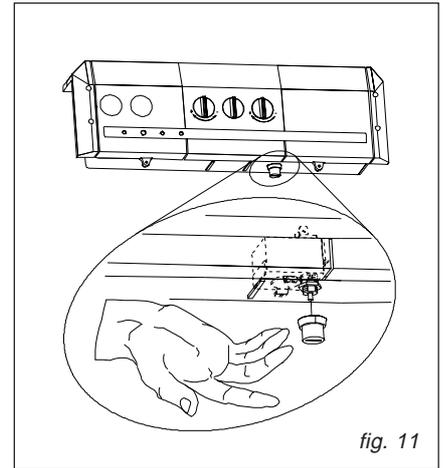

fig. 11
In caso di intervento del dispositivo, è necessario attendere almeno 10 minuti prima di premere il pulsante (TF) che è situato sotto il pannello comandi della caldaia. Per riarmare, rimuovere il pannello frontale della caldaia, togliere il tappo di protezione con un cacciavite e premere il pulsante (fig. 11).